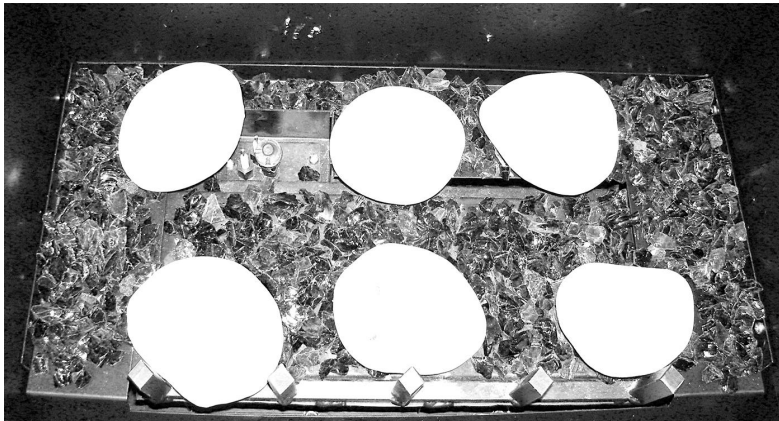

Figure 38 - Mise en place des médias de verre fourni autour des pierres.
2. Remplir l'espace autour des pierres avec les médias de verre fournis pour faire env. 0.5" lit de médias de verre sur tous les orifices du brûleur et supports latéraux comme indiqué sur la figure 38.